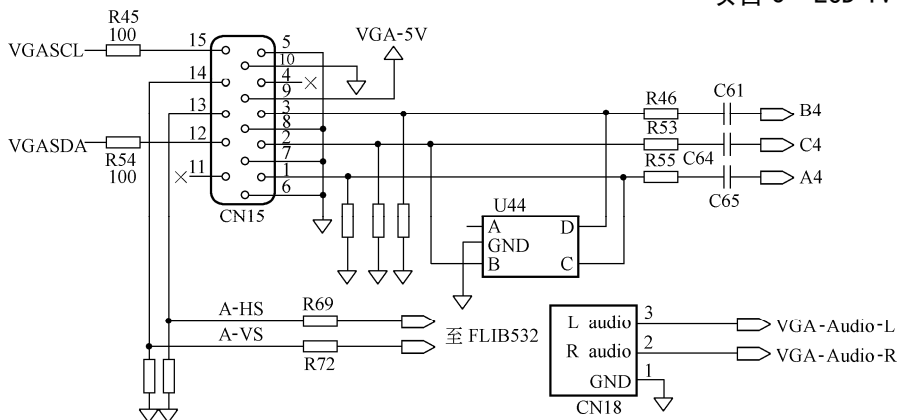

图 5-34 VGA 信号输入电路
VGA (CN15) 三基色 RGB 信号输入电路如图 5-34 所示。由 CN15 的①、②、③脚输入的 R、G、B 信号分别经 R55、R53、R45 限流、由 C65、C64、C46 分别耦合到 FLI8532 进行处理。由 CN15 的③、④脚输入行、场同步信号分别经 R69、R72 也送往 FLI8532。由 CN18 的②、③脚分别输入的 VGA-Audio-L、VGA-Audio-R 信号送往 U37 集成电路进行选择转换处理。
(5) DVI 信号输入电路